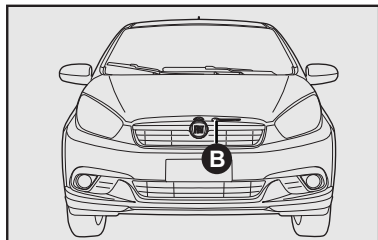

fig. 87
- 2) mover a trava localizada sob o capô para cima **B**-fig. 87;